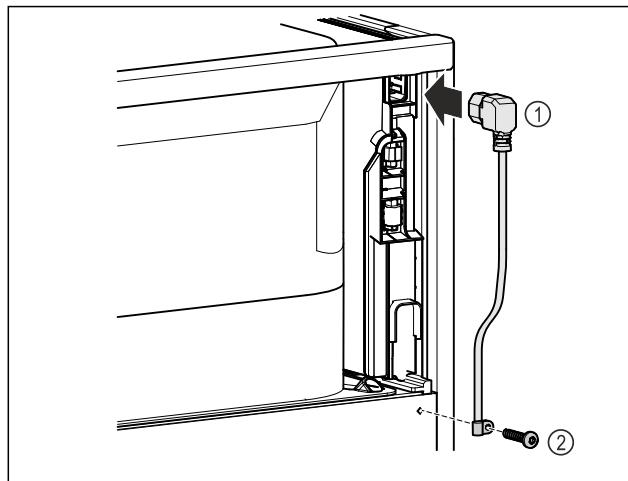

Fig. 43
- ▶ Kaltgerätebuchse der Netzanschlussleitung Fig. 43 (1) auf der Rückseite des Gerätes einstecken.
- ▶ Zugentlastung montieren. Fig. 43 (2)